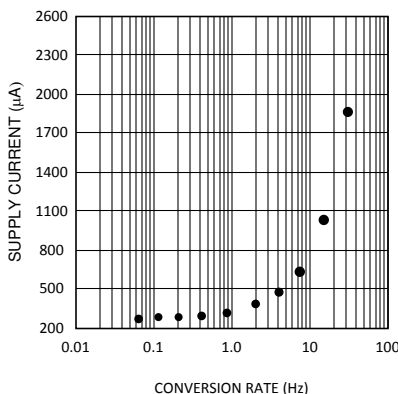

图 6-1. 电源电流与转换率间的关系
LM64 转换本地温度 (LT)、远程温度 (RT) 并更新其所有寄存器大约需要 31.25ms。转换率可通过转换速率寄存器进行修改。修改转换率时，会在两次转换之间插入一个延迟，实际转换时间仍为 31.25ms。不同的转换率将导致 LM64 汲取不同的电源电流，如 图 6-1 所示。